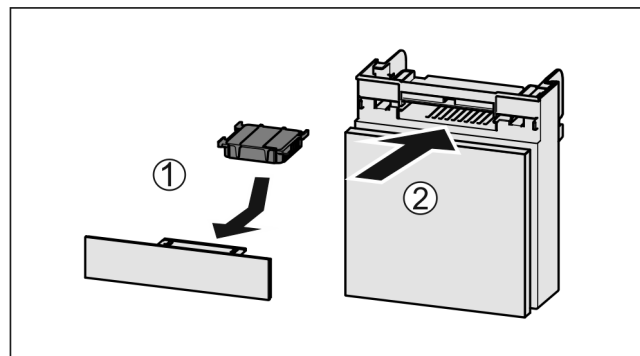

Fig. 162
- ▶ Aktivkohlefilter nach Abbildung einsetzen Fig. 162 (1).
- ▶ Fach einschieben Fig. 162 (2).